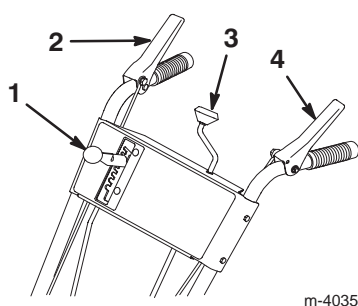

Figure 8
2. Placez le levier de changement de vitesse (Fig. 8) sur le panneau de commande en position R_2 (marche arrière).